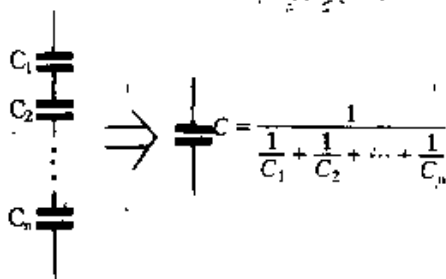

图 3-70
-69 所示。当若干个电容 C_1 、 C_2 、 \dots 、 C_n 相串联时,也等效为一个电容 C ,其总容量 $C = \frac{1}{\frac{1}{C_1} + \frac{1}{C_2} + \dots + \frac{1}{C_n}}$,如图 3-70 所